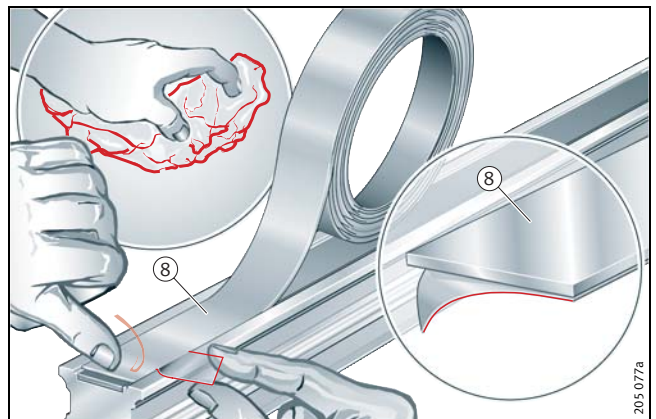

Bild 13 • Abdeckband einkleben
- Abdeckband ⑧ einkleben (siehe dazu Seite 6, *Hinweis zum Verkleben der Magnet- und Abdeckbänder*, siehe Bild 13).